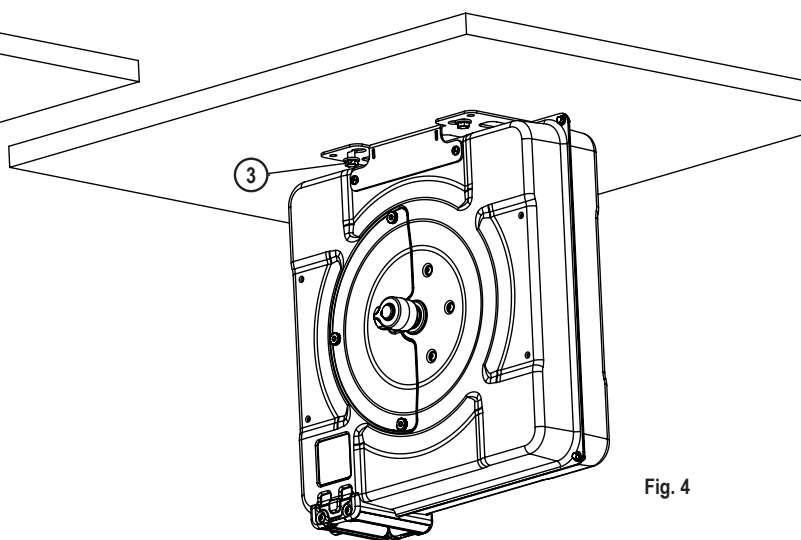

Fig. 4
3. Once the reel is suspended, always holding it securely, proceed to introduce the remaining two bolts (3) (fig. 4).
3. När rullen är upphängd, håll den ordentligt och fortsätt med att införa de återstående två bultarna (3) (fig. 4).